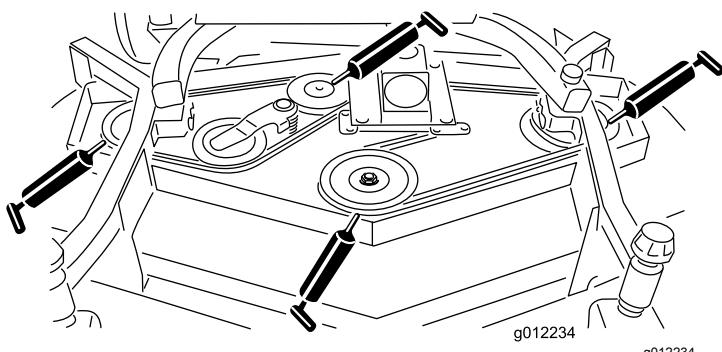

Bild 19
- Spindelwellenlager (unter der Riemscheibe) (Bild 19)
- Lager der Spannarmwelle (Bild 19)